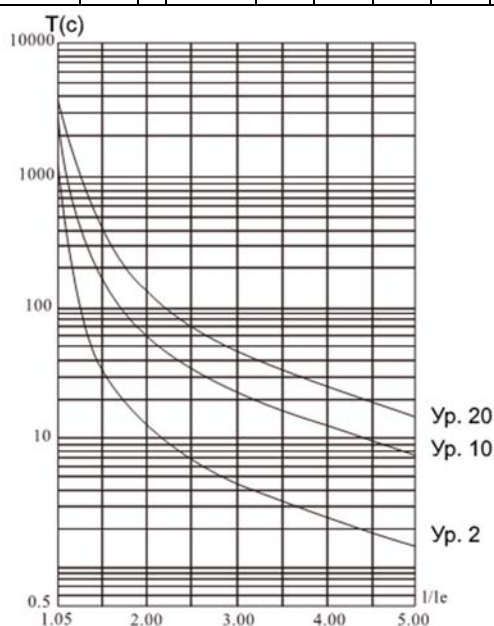

Рис. 6.1 (Стандарт IEC60947-4-2) Кривая тепловой защиты двигателя (время срабатывания)
- Защита при запуске легкой нагрузки, стандартная и тяжелой нагрузки включают в себя полный набор защитных функций, цепь безопасности при этом активна. Разница между типами защит заключается в работе тепловой программной защиты двигателя от перегрузки по току. См. рис. 6.1.
- Классы защиты и время защиты от перегрева двигателя (рис. 6.1)